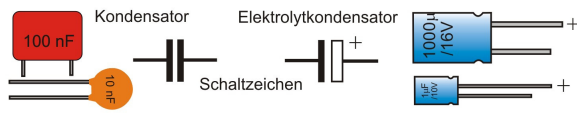

Bild 8: Gebräuchliche Kondensatortypen
um so mehr Kapazität - die übrigens in Farad (F) angegeben wird - können sie speichern. Wenn man die Spannung vom Kondensator trennt und die Platten mit einem Draht kurzschließt, entladen sie sich wieder. Bild 8 zeigt zwei unterschiedliche Bauformen: Links der normale Kondensator, rechts der Elektrolytkondensator, auch kurz als Elko bezeichnet. Dieser kann durch seine Aufbauweise wesentlich mehr Kapazität aufnehmen und speichern, da ein chemisches Substrat (Elektrolyt) integriert ist. **Wichtig:** Die Anschlüsse des Elkos sind gepolt, d. h., sie dürfen nicht vertauscht werden. Deshalb ist auch das Schaltzeichen anders. Die positive (Plus-)Seite besitzt ein weißes Feld, die negative ist schwarz.